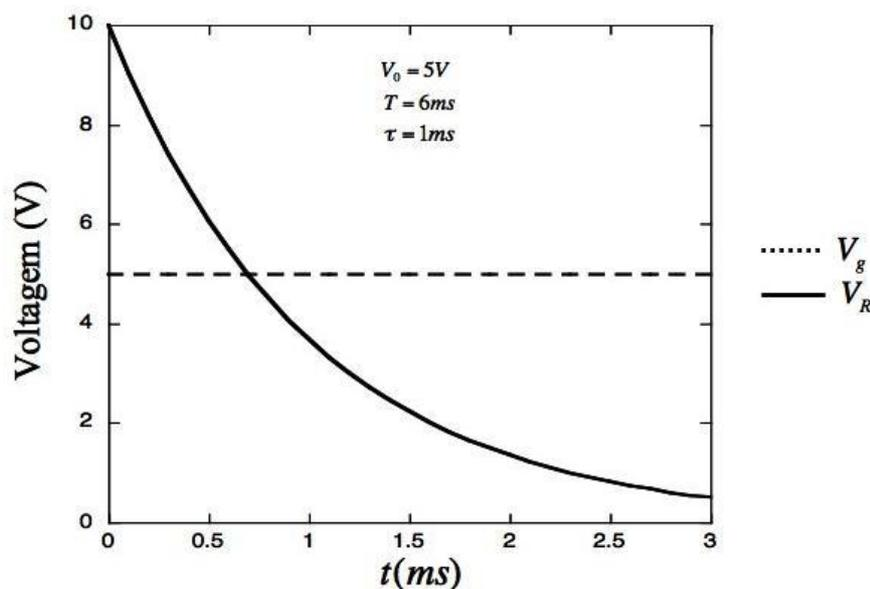

Figura 9: Maximização na tela do osciloscópio da voltagem V_R na carga do capacitor.
- ajuste o nível “zero” da voltagem V_R de forma que ele coincida com a linha inferior da tela e o patamar superior da onda quadrada (V_g), com a linha superior da tela. Isso é feito ajustando-se pouco a pouco, e ao mesmo tempo, o controle da amplitude do gerador de sinais e a posição do canal 1 (CH1) do osciloscópio. Se for necessário ajuste um pouco a frequência do gerador. Deverá aparecer na tela do osciloscópio uma figura semelhante à **Figura 9**.
- 4) A partir da **Figura 9** construa a **Tabela 2**. Utilize um dos procedimentos de medida, graticula ou cursor, para medir dois valores de t e V_R . Anote na tabela os valores das escalas de tempo e voltagem utilizadas na medida.